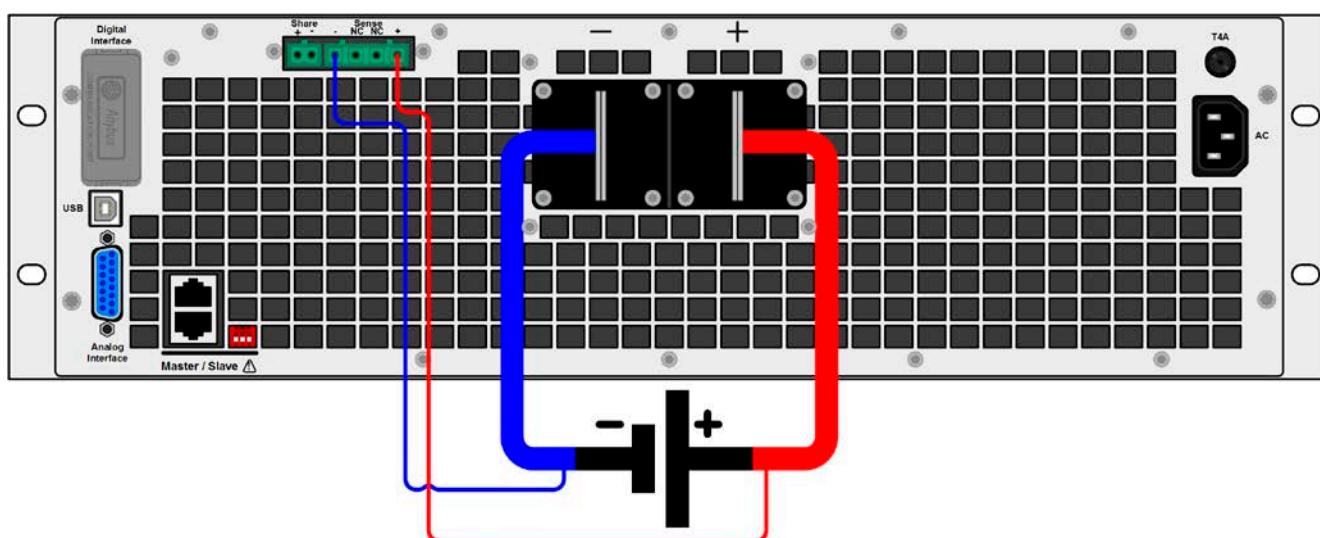

Bild 12 - Beispiel zur Fernführungsverdrahtung
- Die Fernführung ist nur im Konstantspannungsbetrieb (CV) wirksam und der Fernführungsanschluß sollte möglichst nur solange angeschlossen bleiben, wie CV benutzt wird, weil die Schwingneigung des Systems durch Verbinden der Fernführung generell erhöht wird.
- (+) Sense darf nur am (+) der Quelle und (–) Sense nur am (–) der Quelle angeschlossen werden. Ansonsten könnte die elektronische Last beschädigt werden. Siehe auch Bild 12.